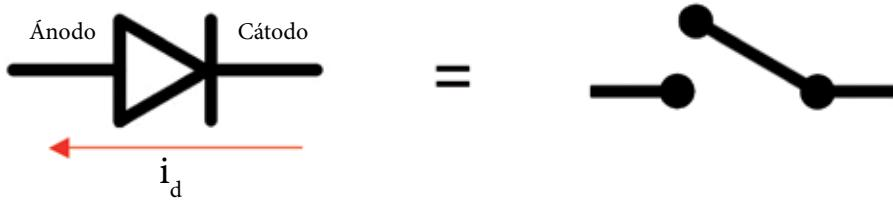

Figura 3. Diodo en polarización inversa. Imágenes obtenidas del software Fritzing
**Polarización inversa.** Es cuando la corriente en el diodo desea circular en sentido opuesto a la flecha (la flecha del diodo), del cátodo al ánodo. En este caso, la corriente eléctrica no atraviesa el diodo y su funcionamiento es como un circuito abierto, ver figura 3: